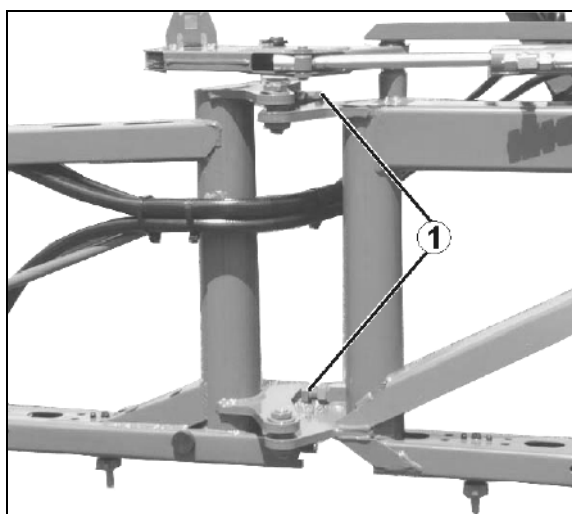

Fig. 171
1. Løsne kontramutteren på stillskruen (Fig. 171/1) Drei stillskruen helt til midtseksjonen er i flukt med midten av bommen.